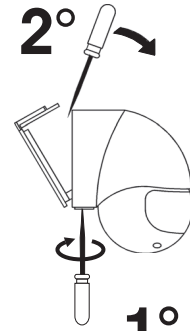

FIG. 1
- Détacher la bride du support postérieur du détecteur (FIG. 1).
- Entfernen Sie den rückwärtigen Tragbügel des Bewegungsmelders (ABB. 1).